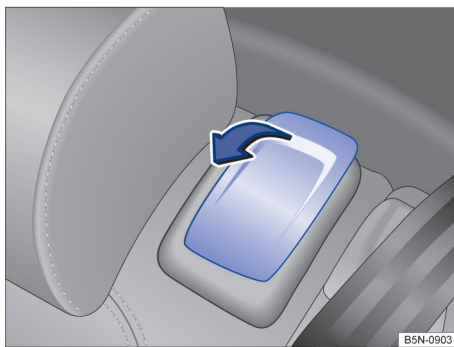

Fig. 97 Segunda fileira de assentos: comandos do auxílio na entrada.
- Remover os objetos da área para os pés da segunda fileira de assentos → ①.
- Puxar a alavanca de destravamento na direção da seta → Fig. 97.
- Puxar a alavanca → Fig. 97 e rebater o encosto do banco traseiro para trás, para a posição vertical. O banco traseiro completo é rebatido para trás → ⚠.